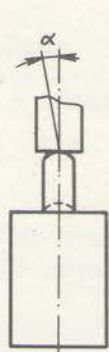

Рис. 1
2. Выключатели с приводным элементом толкатель предназначены для работы с толкающим упором (рис. 1).